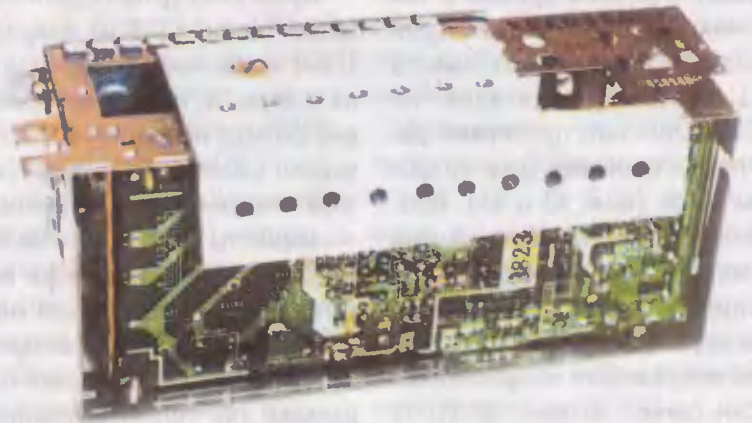

Рис. 4
Проверяют наличие видеосигнала (см. рис. 4 первой части статьи) на выв. 29 микросхемы IC401. При его отсутствии проверяют наличие сигнала на выв. 2 тюнера ПЧ (IF-тюнера) и внешние элементы.
2. Другой способ уменьшения нагрева корпуса источника питания заключается в установке на корпус дополнительных радиаторов в виде уголков из алюминиевого сплава (рис. 4). Дополнительные радиаторы размещают так, чтобы они частично располагались в технологических нишах либо между источником питания 1 и ЛПМ 2, либо между источни-